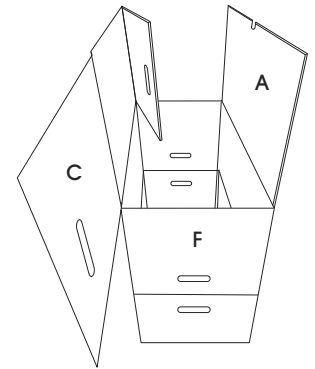

Figure 2
2. Pliez la boîte pour créer une forme rectangulaire, le cachet d'authentification orienté vers le haut. (Voir Figure 2)